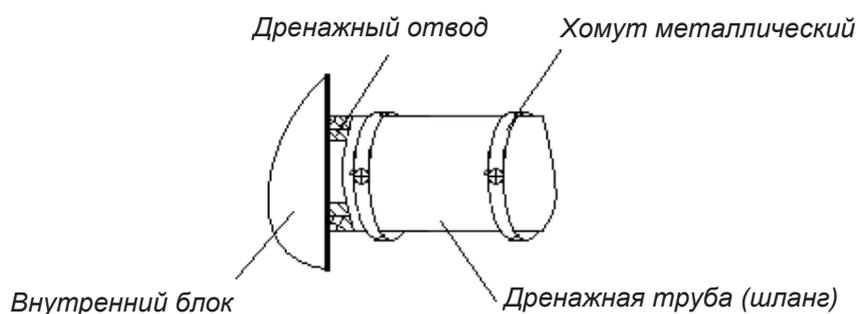

Рис.2.14
- Закрепить дренажную трубу на отводе внутреннего блока с помощью металлических хомутов (рис.2.14)
- Теплоизоляцию фиксировать на трубе с помощью пластиковых хомутов (рис.2.14)